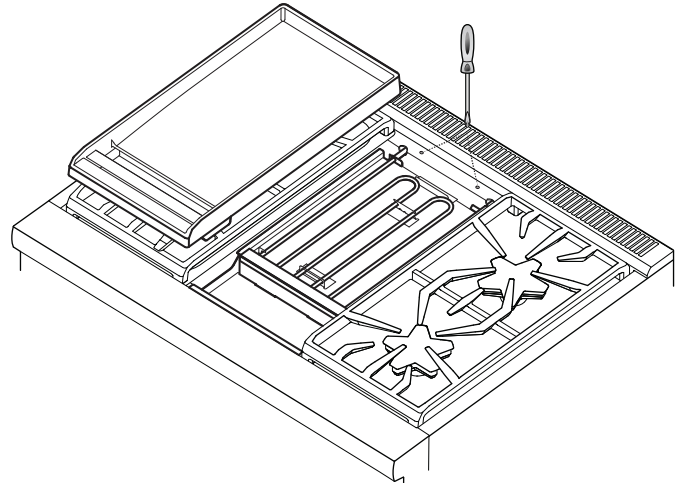

Figure 16 : Vis de nivelage de la plaque chauffante
3. Déplacer de la plaque chauffante sur le côté (Figure 16).